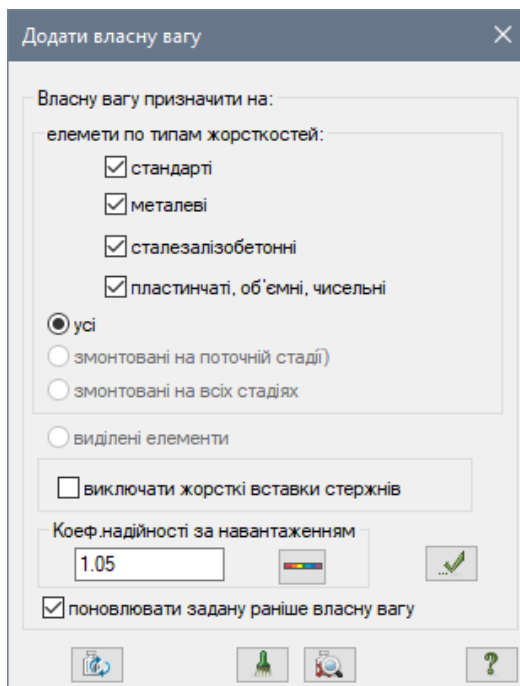

Рис. 3.20. Діалогове вікно Додати власну вагу
- Відкрийте діалогове вікно **Додати власну вагу** (рис. 3.20) натиснувши на кнопку  – **Додати власну вагу** (панель **Навантаження** на вкладці **Створення та редагування**).